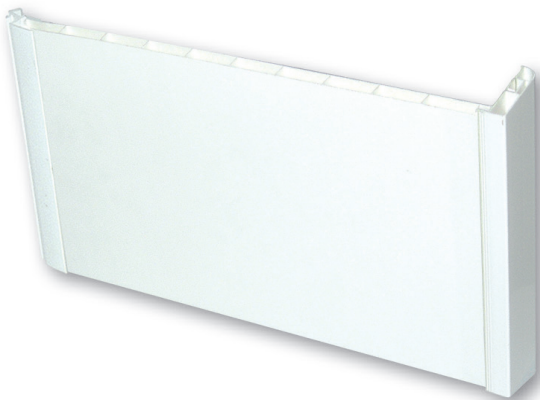

Рис. 3
6. Отпилить наличники нужной длины под углом 45° в местах соединения друг с другом и прищелкнуть их к капиносам откоса (рис. 3).